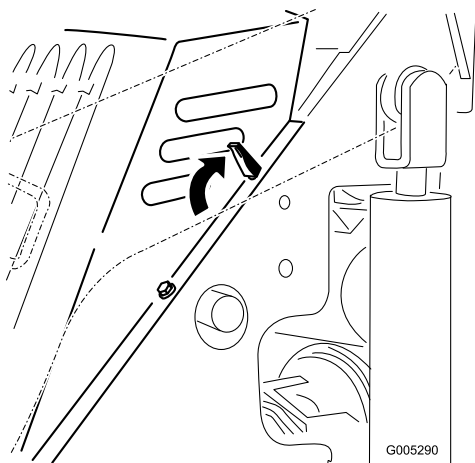

Figura 16
3. Abra las cuatro pestañas de cierre (Figura 16, pestaña superior izquierda ilustrada.)
1. Coloque el capó encima del bastidor de la unidad de tracción, colocando los pernos del capó en los taladros del bastidor (Figura 16).
2. Fije el capó empujando las pestañas de bloqueo hacia adelante y hacia abajo (Figura 16)